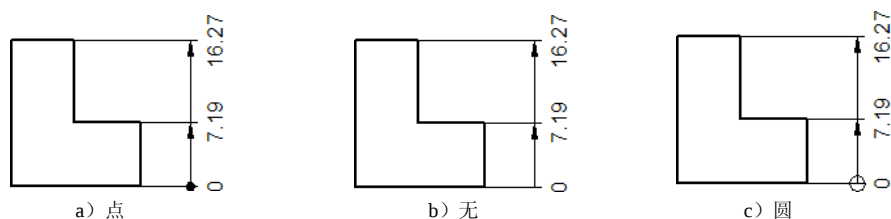

图 8.3.34 公共原点的显示
- ☒ **公共原点 (B)** 文本框：用于设置当标注坐标尺寸时原点的显示状态。其中有 **点**、**无**、**圆** 3 种显示模式，如图 8.3.34 所示。